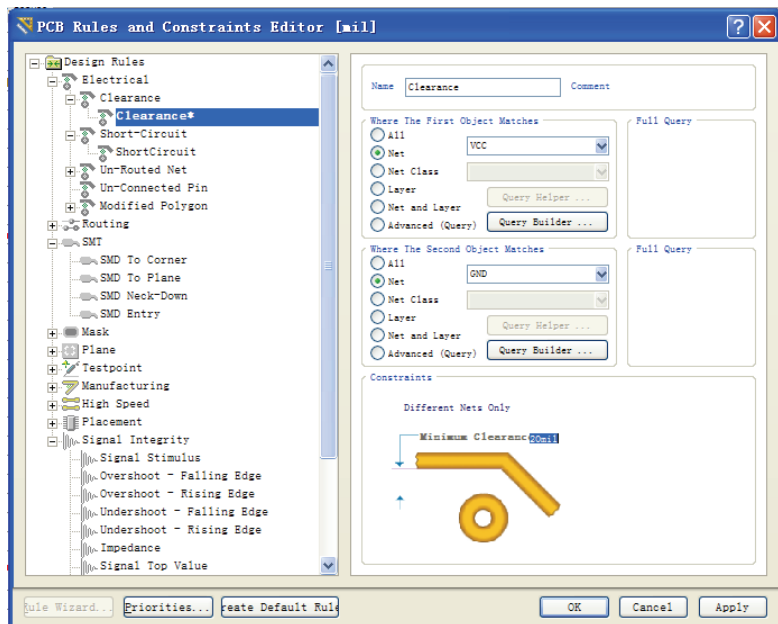
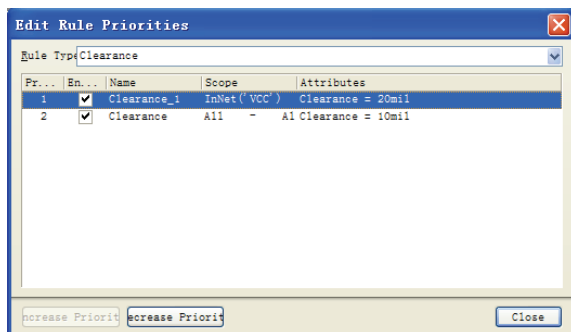

图 13-7 设置新规则设定范围和约束
图 13-8 规则优先权编辑对话框
(3) 在“Where The First Object Matches”单元中单击网络（Net），在“Full Query”单元里出现 InNet()。单击“All”右侧的下拉菜单按钮，从网络表中选择 VCC。此时，“Full Query”单元会更新为 InNet('VCC')；按照同样的操作在“Where The Second Object Matches”单元中设置网络“GND”；将光标移到“Constraints”单元，将“Minimum Clearance”改为 20mil。如图 13-7 所示。
(4) 此时在 PCB 的设计中同时有两个电气安全距离规则，因此必须设置它们之间的优先权。单击图 13-7 中的优先权设置 **Priorities...** 按钮，弹出规则优先权编辑对话框，如图 13-8 所示。